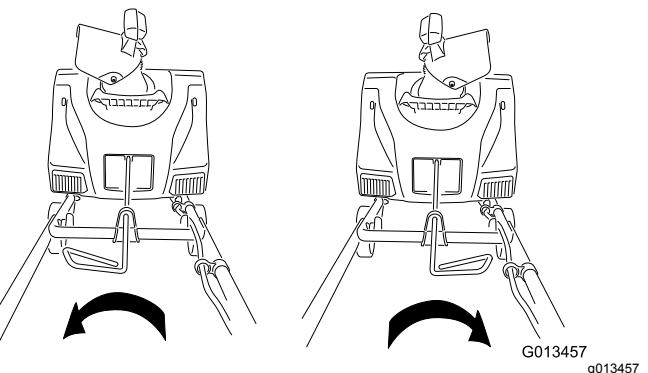
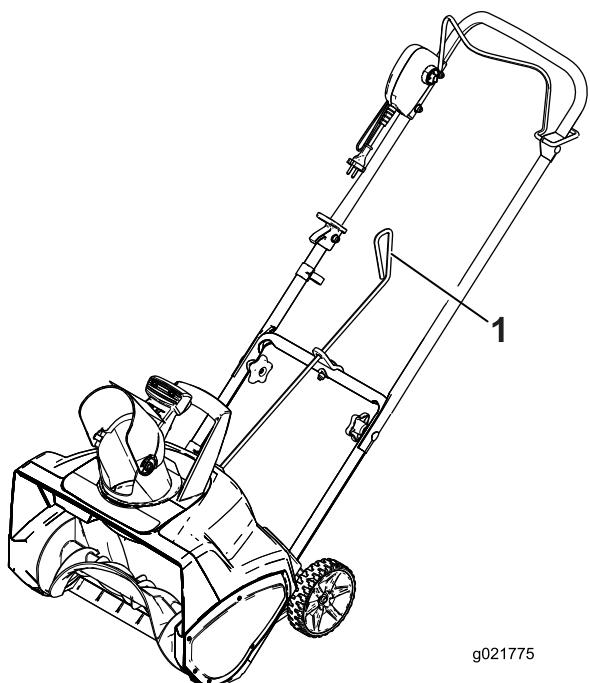

Figura 7
Figura 6
4. Certifique-se de que a pega da barra de controlo da calha está virada para cima (Figura 6) e insira a barra no furo na parte de trás da caixa.
6. Mova a pega na barra de controlo da calha para assegurar que se move na mesma direção que a calha (Figura 7).
Para ajustar a calha de descarga, move a pega na barra do controlo da calha na direção que deseja dirigir o feixe de neve (Figura 6 e Figura 7).